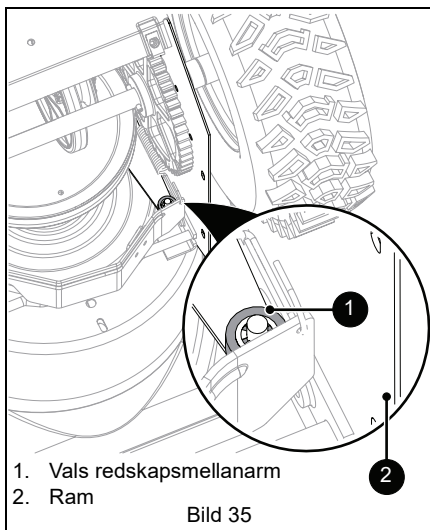

Bild 35
2. Kontrollera avståndet mellan ramen och plastvalsen på den nedre delen av redskapsmellandrevvarmen när redskapskopplingen är inkopplad. Valsen ska ligga 12.7 mm – 22.2 mm (1/2" – 7/8") från ramen. Se Bild 35.